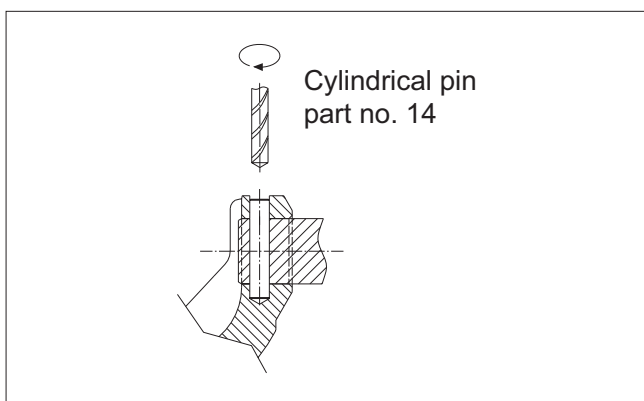

Fig. 16 Perçage des goupilles
- a) Percez soigneusement un trou de 2 mm et de 10-12 cm de profondeur jusqu'aux deux goupilles (14), puis retirez les goupilles (14), l'axe (12) et l'axe d'entraînement (11) ;
- b) sur les nouvelles versions où le perçage de la goupille s'effectue à travers la sphère, retirez la retenue de la goupille effectuée au pointeau en la perçant soigneusement. Ensuite, pivotez la sphère de 180° et enfoncez les goupilles à travers le trou. Cf. Fig. 16.